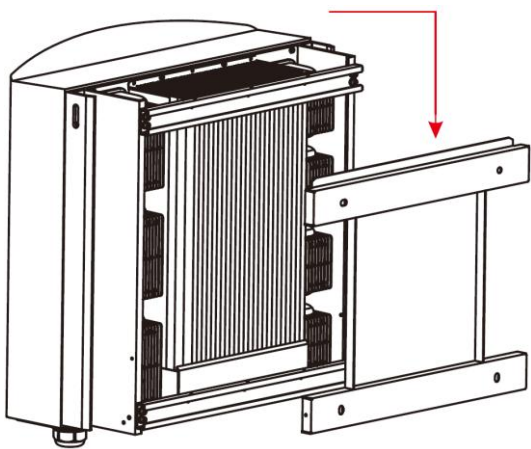

Рисунок 5.5 – Подсоединение инвертора к крепежному элементу
4. Для установки инвертора совместите паз кронштейна на задней стенке инвертора с выступом на крепежном элементе. Затем медленно опускайте инвертор вниз вдоль крепежного элемента до его фиксации (см. Рисунок 5.5).